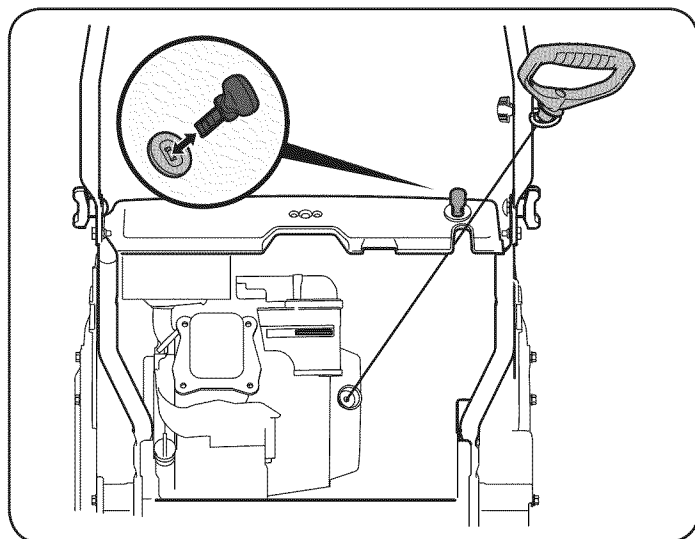

Figura 9
2. Inserte la llave de encendido en la ranura. Asegúrese de que entre a presión en su lugar. No intente girar la llave. Vea la Figura 9.